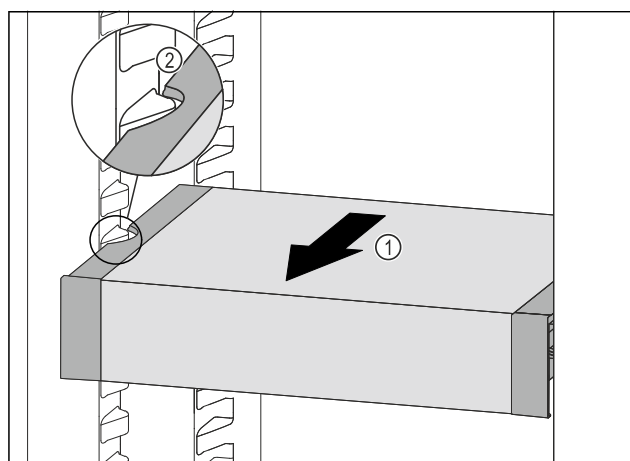

Fig. 115
- ▶ Вытягивайте VarioSafe вперед *Fig. 115 (1)*, пока боковые выемки VarioSafe не окажутся на высоте выступа резервуара в холодильном отделении. *Fig. 115 (2)*